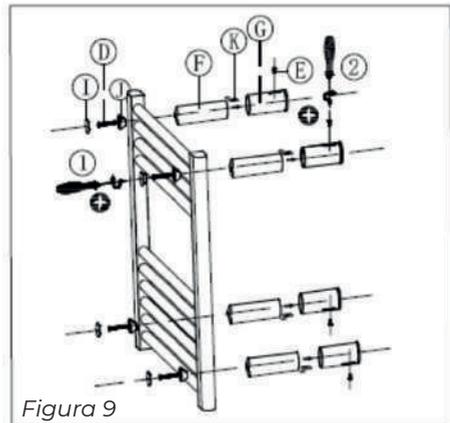

Figura 9
8. Deslice las tuercas cuadradas en las ranuras designadas de los soportes interiores de la pared (Figura 9, pos. K).
9. Fije los cuatro soportes interiores de la pared (Figura 9, pos. F) a los soportes exteriores de la pared con tornillos pequeños (Figura 9, pos. 2) utilizando un destornillador Phillips
11. Atornille y apriete el dispositivo con cuatro tornillos grandes (Figura 9, pos. D) al soporte de la pared (Figura 9, pos. J) utilizando un destornillador Phillips (Figura 9, pos. 1).
12. Coloque las cuatro tapas de sellado (Figura 9, pos. I).